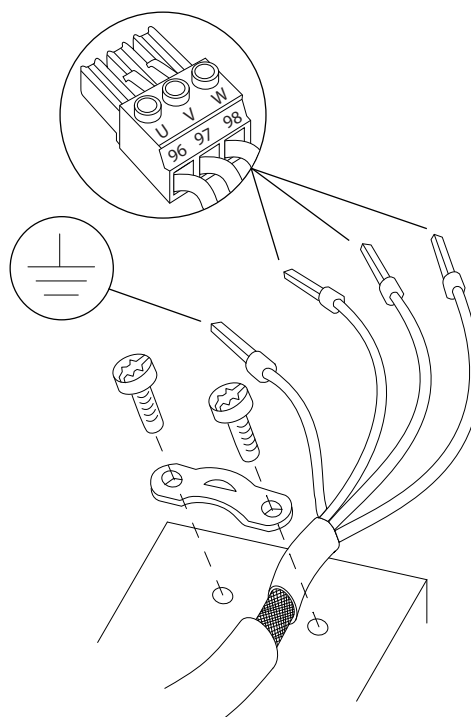

Bild 4.4 Motoranslutning
3. Anslut jordningsledningen till närmaste jordningsplint, i enlighet med jordningsinstruktionerna i *kapitel 4.3 Jordning*, se *Bild 4.4*.
4. Anslut trefasmotorkablaget till plint 96 (U), 97 (V) och 98 (W), se *Bild 4.4*.